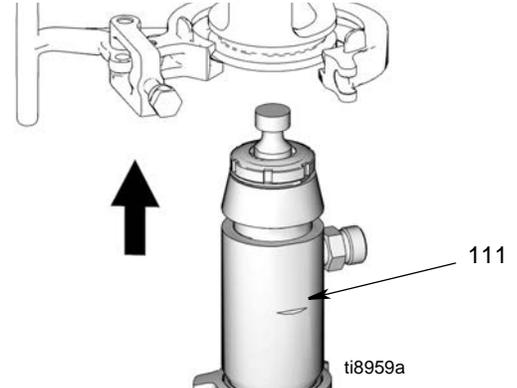

FIG. 21
2. (Fig. 21) Installer la pompe (111) dans le pulvérisateur.